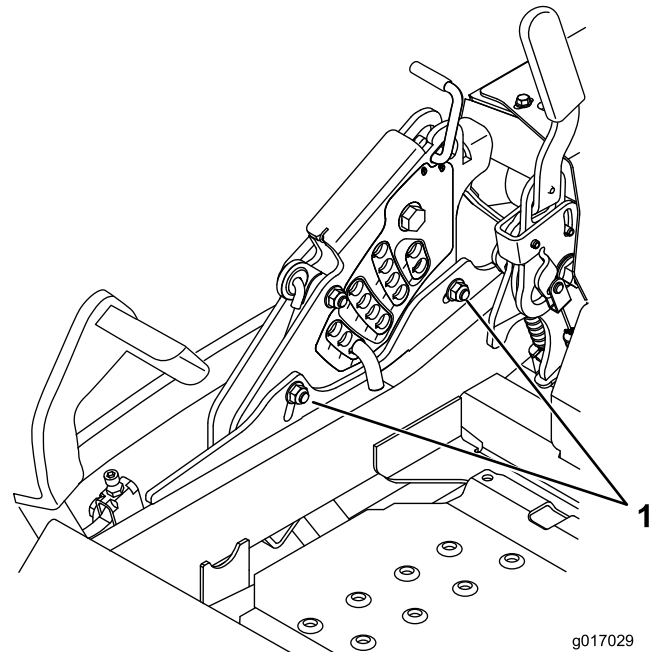

Figura 90
- Para ajustar el sistema de ajuste de un solo punto, afloje los dos pernos situados cerca del borde inferior de la pletina de altura de corte. Consulte Figura 90.
14. Apriete los dos pernos situados cerca del borde inferior de la pletina de altura de corte (Figura 90). Apriete a 37–45Nm (27–33pies-libra).